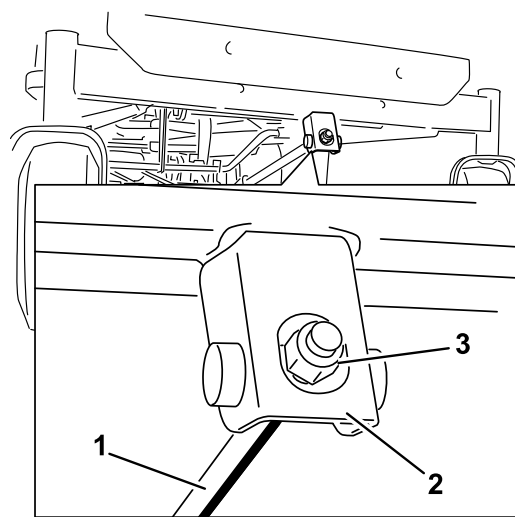

Bild 73
6. Drehen Sie für das Einstellen der Schnittmesserneigung in Längsrichtung die Einstellmutter vorne am Mähwerk (**Bild 73**).